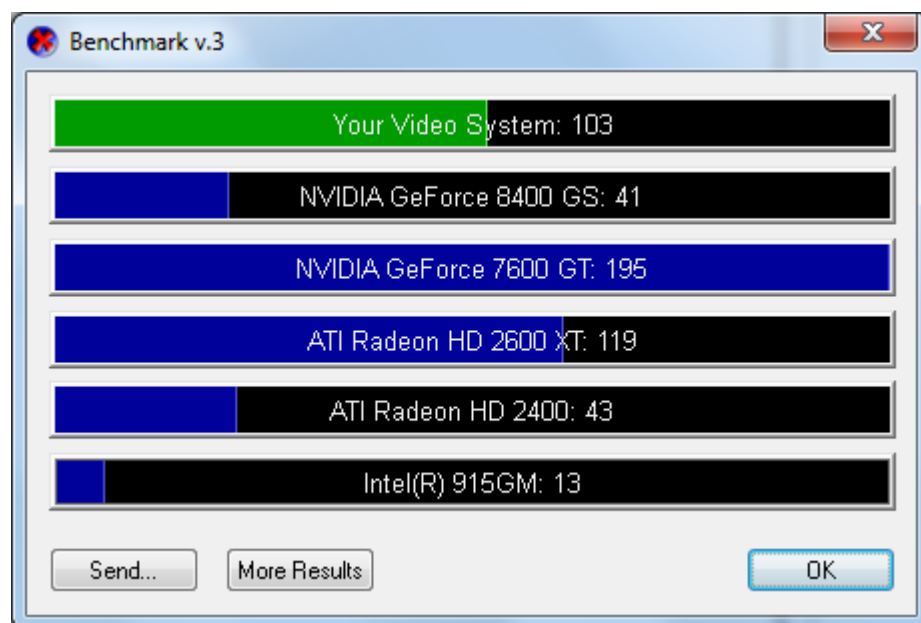

Рис. 6 Приклад вікна результату виконання тесту *Video Card Stability Test*
2.3.3. Після завершення виконання необхідно зробити знімок екрану результату (рис. 6).